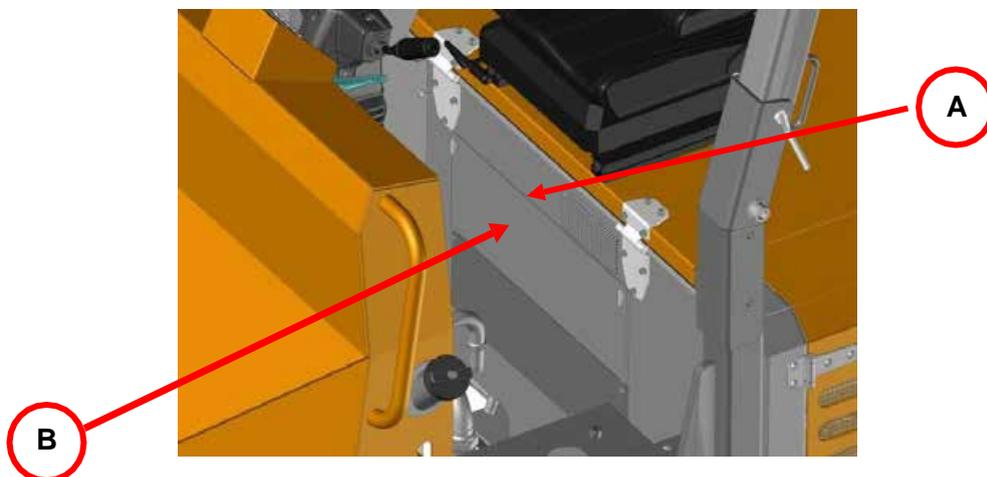

Figure 32. couvercle d'accès à la pompe hydraulique
Pour accéder à la pompe hydraulique, retirez le couvercle illustré à la figure 32 (A). Si vous avez besoin d'un accès plus large, utilisez la clé Allen n° 6 et retirez le couvercle (B) illustré à la figure 32. Pour accéder au couvercle B, vous devez d'abord retirer le marchepied comme indiqué dans la section précédente.